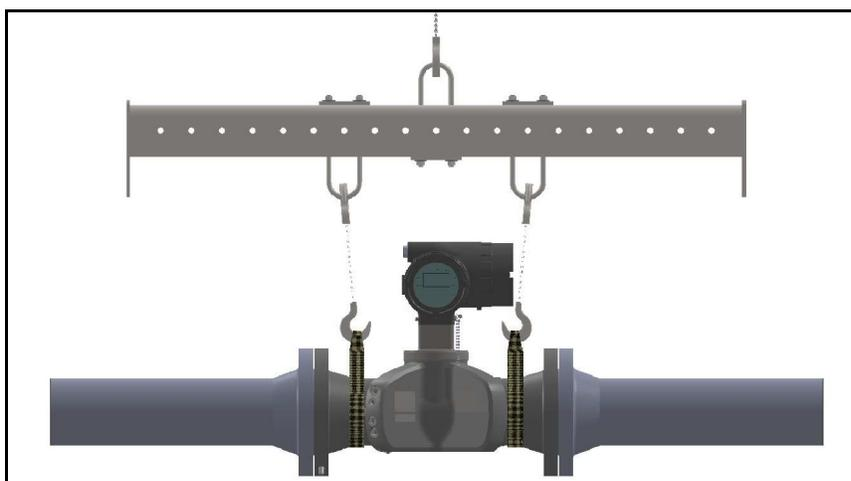

Figura 12: Posiciones de las correas de elevación
**PRECAUCIÓN!** Para evitar posibles deformaciones, consulte el peso del conjunto, que figura en la etiqueta del Sentinel LCT4, utilice un equipo de elevación de capacidad adecuada y coloque las correas de elevación en los puntos indicados (vea la Figura 12 a continuación).
- El **Sentinel LCT4** debe estar orientado con el transmisor de flujo en posición vertical en la parte superior, como se muestra en la *Figura 12* a continuación.